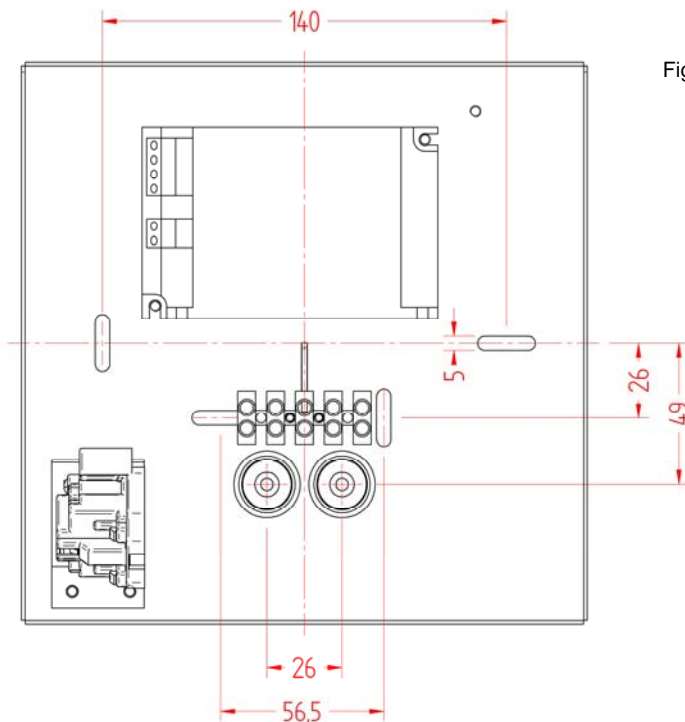

Fig. 2
Die Leuchte entweder an Wanddose oder direkt an Wand montieren. Max. zwei Kabeleinführungen. Siehe Fig. 2.
**Bitte beachten:** Bei der Anwendung im Aussenbereich, die in Fig. 2 gezeigte Aufhängungsrichtung unbedingt befolgen.